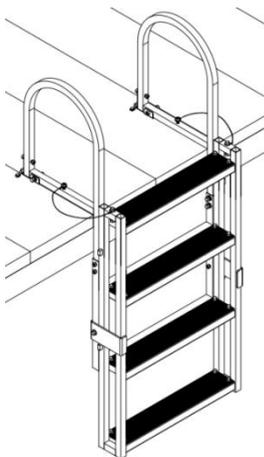

Fig 1
- 13) Coloque la escalera en la piscina sin la banda de cinta mágica (Fig. 1), luego deje que la parte inferior de la escalera toque el fondo de la piscina, enganche la escalera al soporte de cierre,